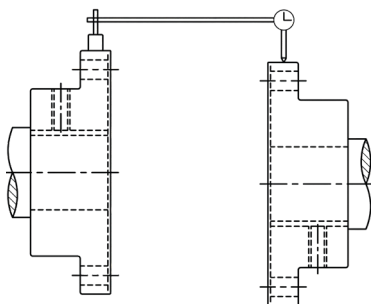

Figura 3: ALINHAMENTO PARALELO
- **Desalinhamento Paralelo (Offset):** verifique a posição radial (**Figura 3**).